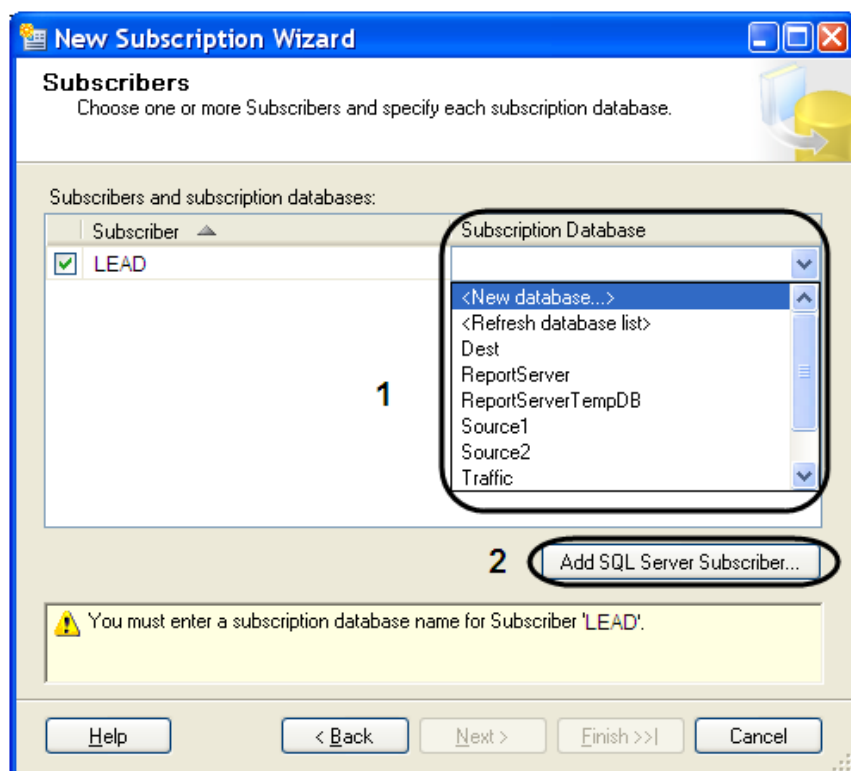

Рис. 11.3—16. Выбор базы данных подписчика
13. Для добавления подписчика SQL Server нажать кнопку «Add SQL Server Subscriber...» (см. Рис. 11.3—16, 2).
14. В результате операции откроется окно «Merge Agent Security» (Рис. 11.3—17).